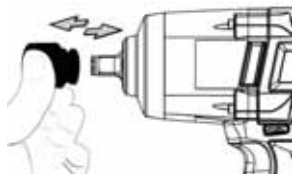

Fig. 1
1. Toppen monteres ved at skubbe den så langt ind i drivspindlen, som den kan komme. (Se fig. 1).